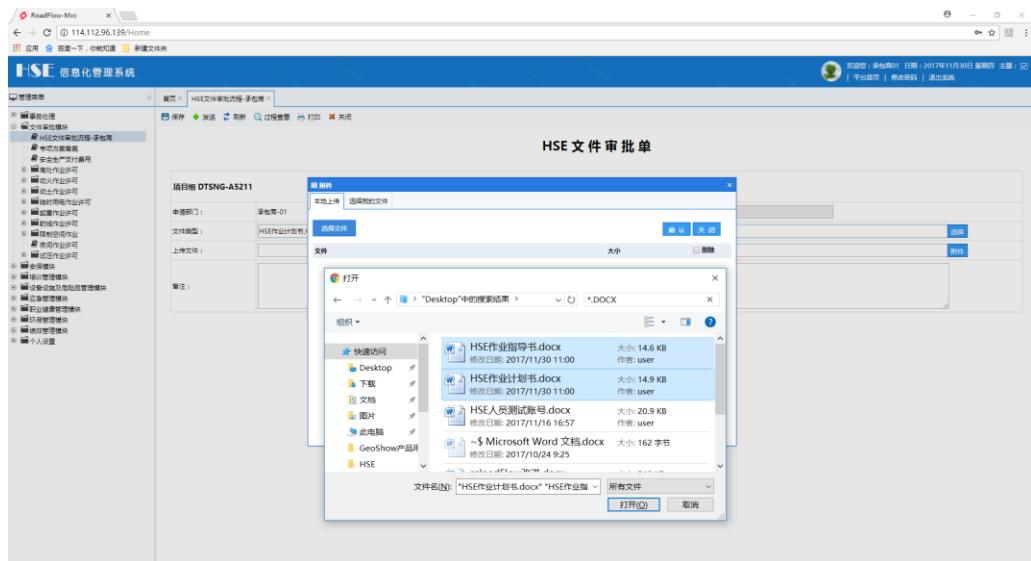

图 5.2-5 上传文件
- 弹出文件选择器，选择本地已做好的《HSE 作业计划书》以及《HSE 作业指导书》，如图 5.2-5 所示：